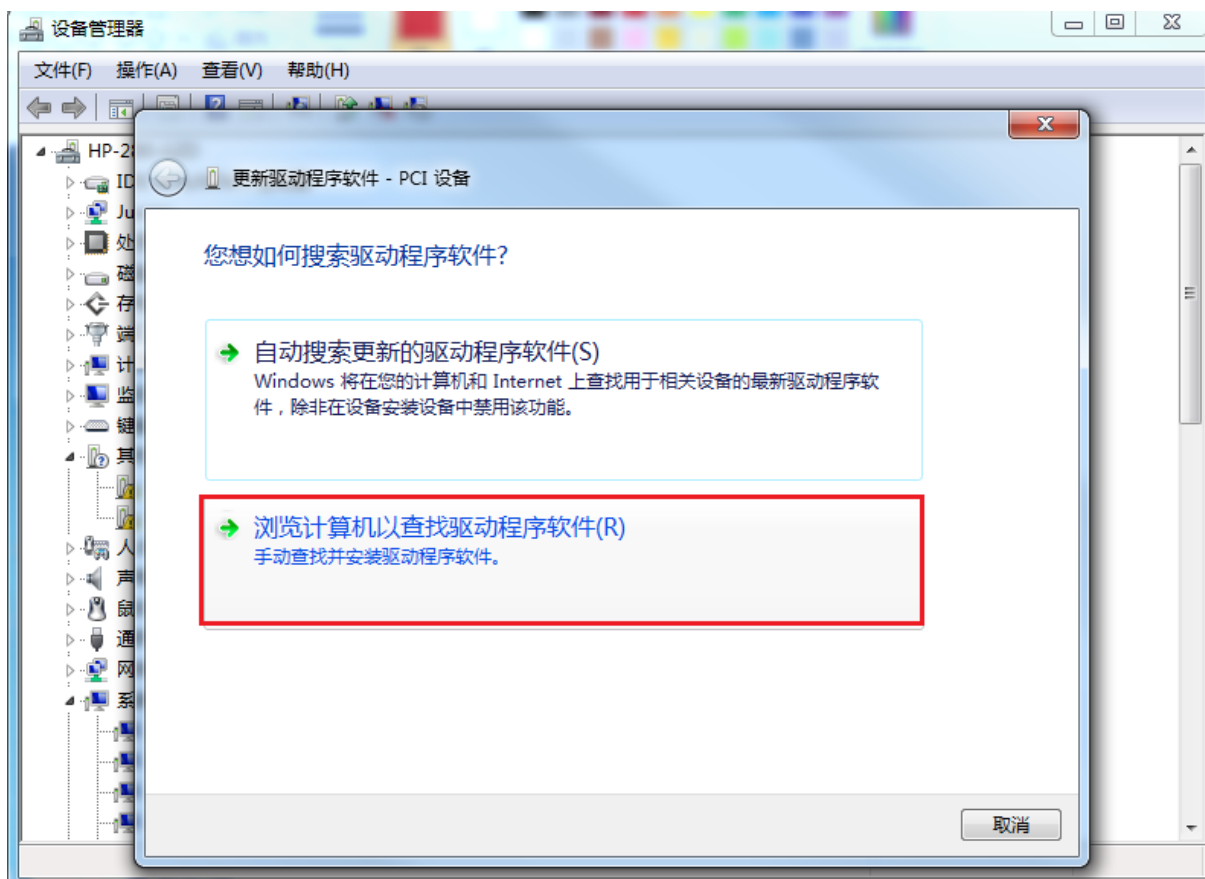

图 2-3 控制器驱动程序安装界面 3
(4) 选择“浏览计算机以查找驱动程序软件(R)”。界面如下图 2-3 所示。